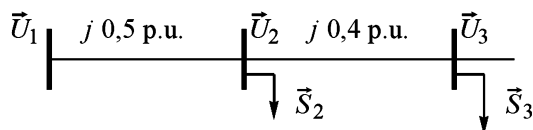

Figura 2.16 Esquema unifilar para el Problema 2.10
- 2.10** El esquema unifilar de un sistema de energía eléctrica trifásico se muestra en la Figura 2.16. Las impedancias están indicadas en tanto por unidad sobre una base de 100 MVA y 400 kV. La carga en el nudo 2 es $\vec{S}_2 = 15,93 \text{ MW} - j33,4 \text{ MVAR}$ y en el nudo 3 es $\vec{S}_3 =$